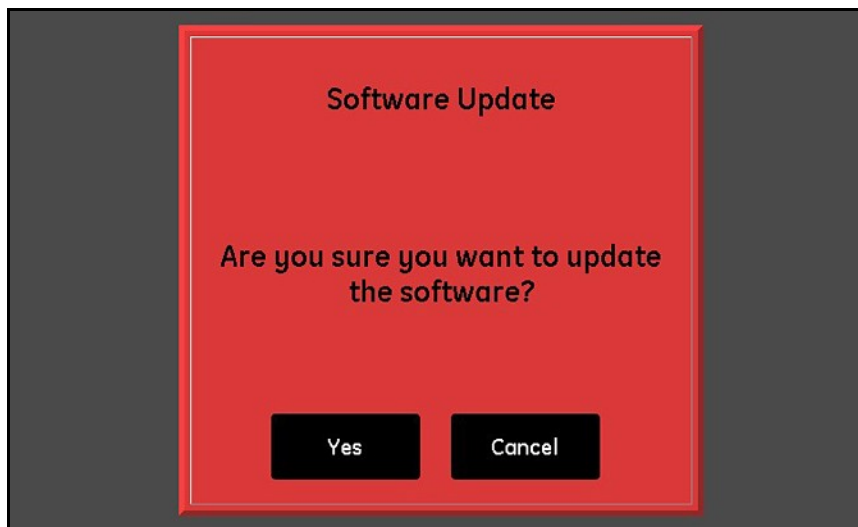

Figura 42: Pantalla de confirmación de actualización de software
2. Pulse **Sí** cuando aparezca una pantalla similar a la de la *Figura 42* para confirmar su elección o pulse **Cancelar** para interrumpir la actualización.